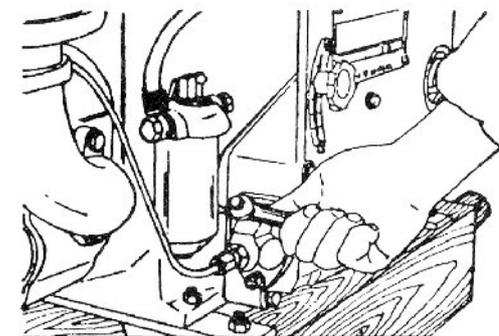

Fig. 4 Soltar o parafuso de retorno na bomba de injeção de combustível para deixar sair o ar, se houver
2.4- Soltar o parafuso de retorno na bomba injetora ou soltar a conexão de combustível dos tubos, de modo que o ar, se houver, na tubulação do combustível pode sair. Quando for observado que o combustível está sem bolhas de ar, reapertar o parafuso de retorno ou as conexões (Fig. 4).